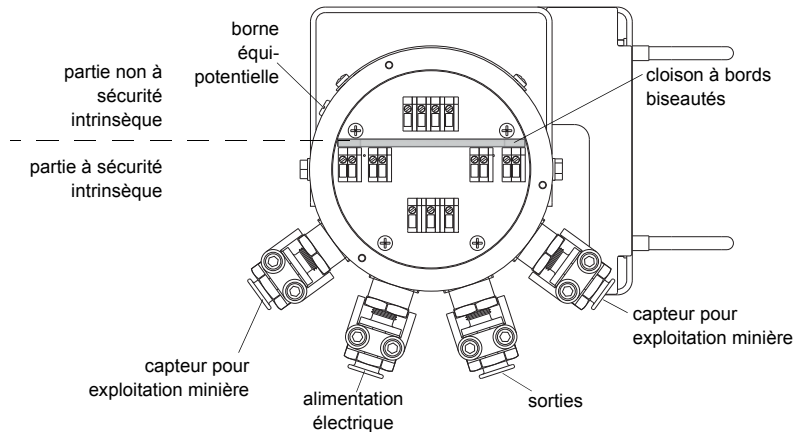

Fig. 8.2: Raccordement du transmetteur
- Retirez le presse-étoupe M16 pour exploitation minière pour raccorder les capteurs (voir Fig. 8.2).
La terre de protection extérieure doit être raccordée à la borne équipotentielle sur le boîtier du transmetteur (voir Fig. 8.2).